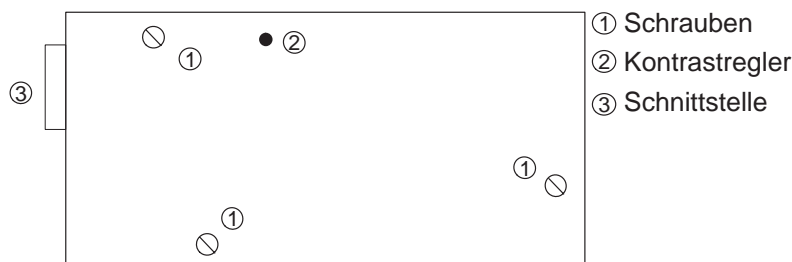

Bild 13-1 Rückseite des OP 3 mit Darstellung der Gehäuseverschraubungen
1. Entfernen Sie die 3 Schrauben an der Gehäuserückseite (Bild 13-1).